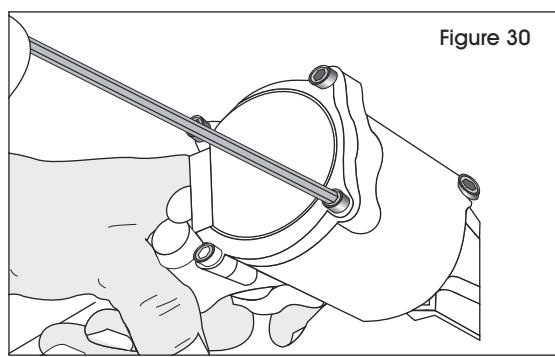

Figure 30
6. Desserrez la vis à l'aide d'une clé Allen 3 mm et retirez le bloc par la fenêtre. (Voir Figure 30)
7. Desserrez les vis à l'aide d'une clé Allen 3 mm et retirez le couvercle. (Voir Figure 30)